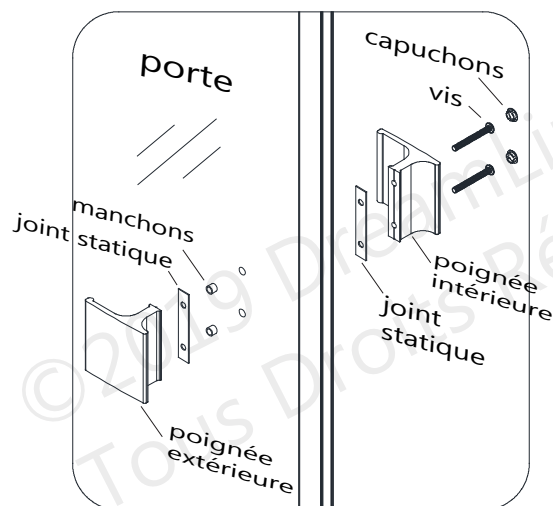

Fig 13
13. Installez la **Poignée (N° 11)** sur la **Porte Vitrée (N° 06)** avec des **Vis à Tête Cylindrique Bombée ST4.2x10 (N° 13)** en utilisant un joint statique par côté pour empêcher tout contact verre-métal. Couvrez les vis de la poignée avec les capuchons décoratifs. **(Fig 13)**